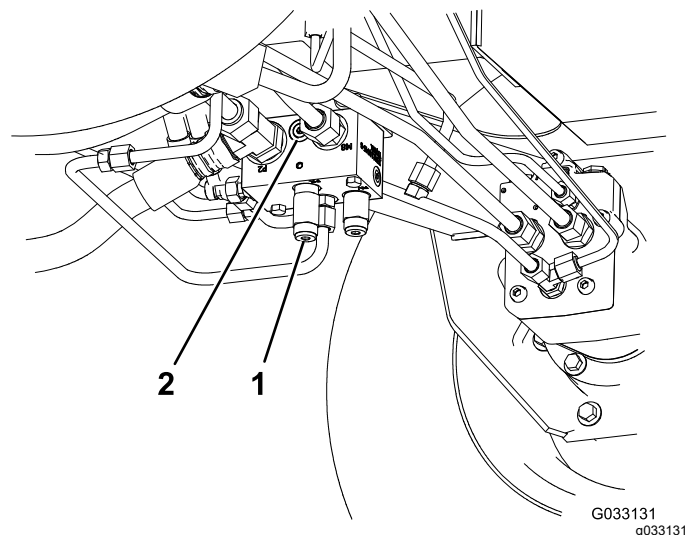

Figure 42
- 95-0985 – coupleur (2)
- 340-77 – raccord hydraulique (2)
1. Montez un raccord de diagnostic dans l'orifice non identifié situé entre les orifices M8 et P2 sur le collecteur de déplacement arrière (Figure 42).